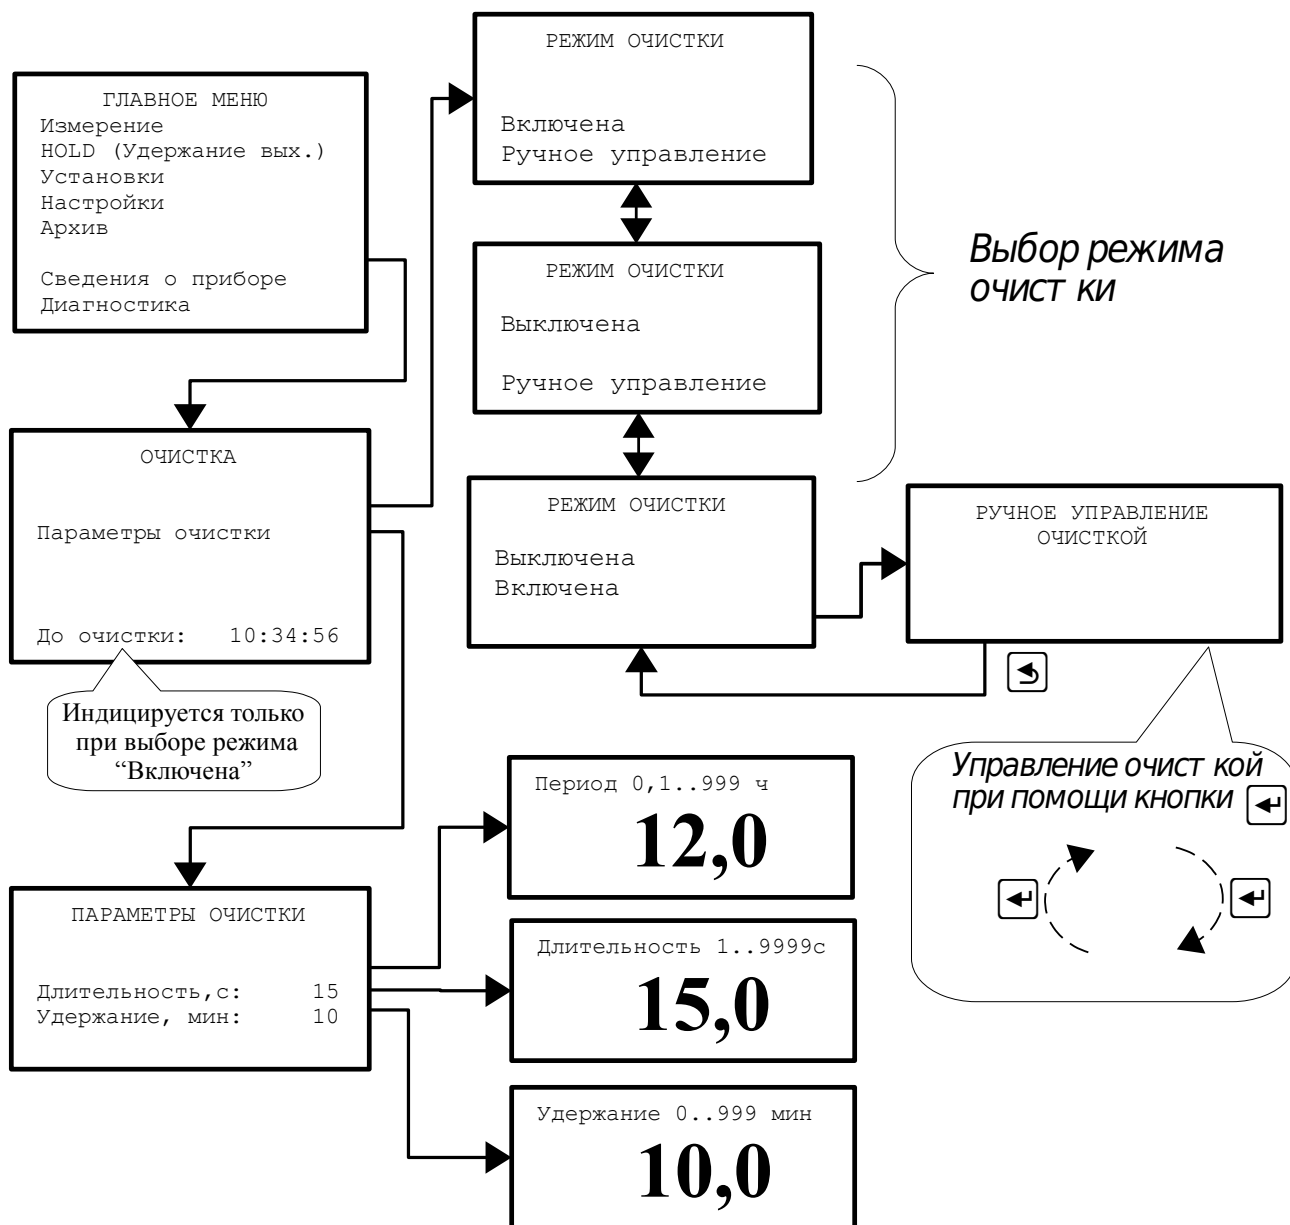

Рисунок 22 - Работа анализатора в режиме очистки
4.3.6.1 Меню «ОЧИСТКА» (смотри Рисунок 22) предназначено для выбора режимов управления устройством воздушной, струйной, ультразвуковой очистки датчика или другими видами очистки путём включения исполнительного реле (дискретный выход № 4).
4.3.6.11 Управление работой исполнительного реле (дискретный выход № 4) возможно в режиме ручного управления (смотри Рисунок 22):